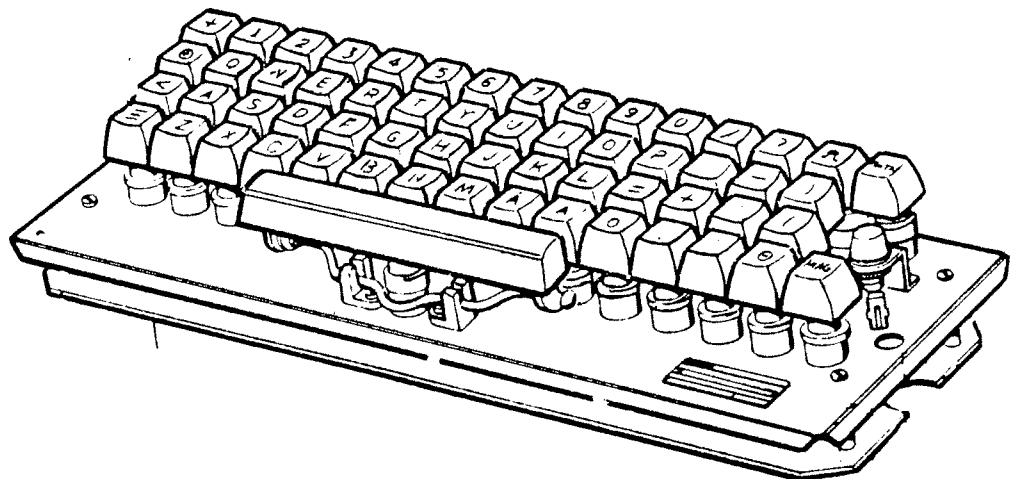

Bild 3.
- o Skruva loss tangentbordets båda fästskruvar, se bild 3.